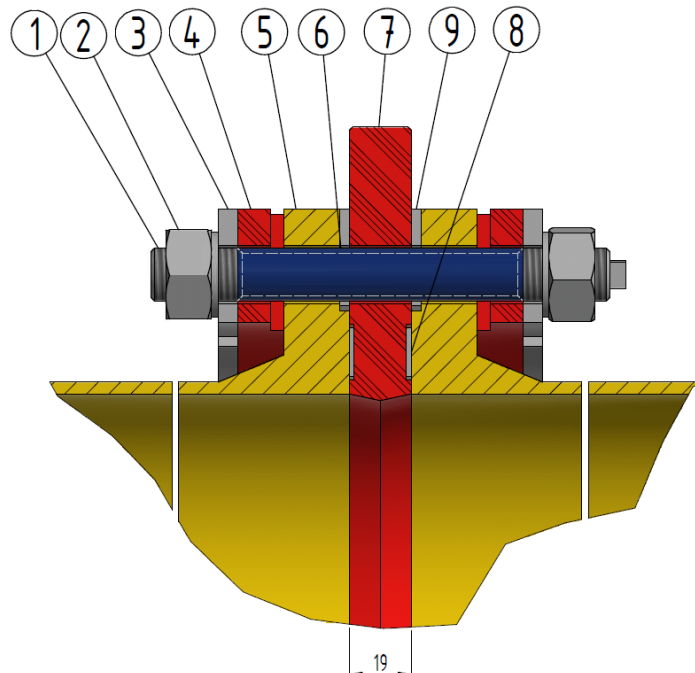

Abbildung 5
- Die Isolierringe werden wie in der Abbildung 5 dargestellt zwischen Flansch und Druckring montiert.